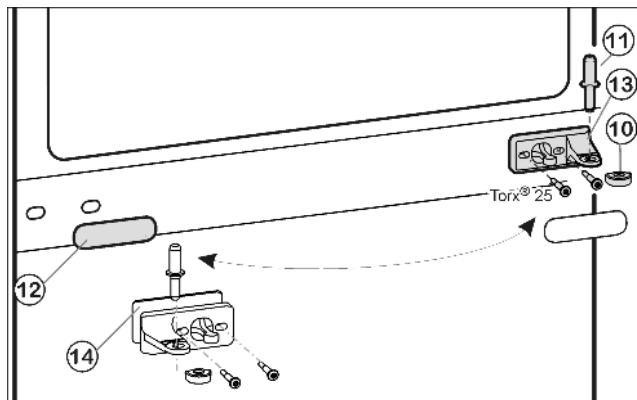
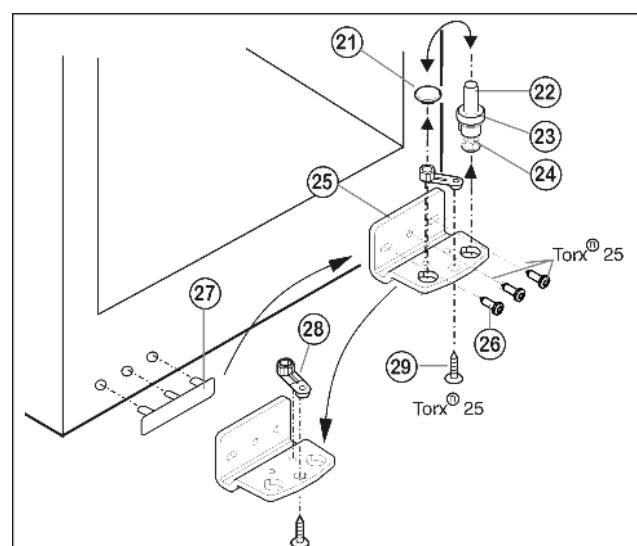

Fig. 5
Fig. 6
- Вытащите из опорного кронштейна и нижней дверцы средний опорный винт Fig. 5 (11).
- Снимите пластмассовый колпачок Fig. 5 (10).
- Открутите средний опорный кронштейн Fig. 5 (13) (2 шт. Torx® 25).
- Осторожно снимите накладку Fig. 5 (12).
- Прикрутите средний опорный кронштейн Fig. 5 (13) с подкладкой Fig. 5 (14) с поворотом на 180° на новую сторону шарнира (с моментом 4 Нм).
- Защелкните накладку Fig. 5 (12), повернув на 180 °, на стороне, где теперь будет ручка.
- Извлеките опорный винт Fig. 6 (22) в комплекте с шайбой Fig. 6 (23) и регулируемой опорой Fig. 6 (24), вытягивая его вверх.
- Снимите пробку Fig. 6 (21).
- Открутите Fig. 6 (26) опорный кронштейн Fig. 6 (25).
- Открутите Fig. 6 (29) опорную деталь Fig. 6 (28) и, перевставив в отверстие на противоположной стороне опорного кронштейна, снова прикрутите.
- Осторожно снимите и переставьте на противоположную сторону крышку со стороны ручки Fig. 6 (27).
- Снова прикрутите опорный кронштейн Fig. 6 (25) на новой стороне шарнира (с моментом 4 Нм). При необходимости используйте аккумуляторный шуруповерт.
- Переставьте пробку Fig. 6 (21) в свободное отверстие.
- Вновь установите опорный винт Fig. 6 (22) в комплекте с шайбой и регулируемой опорой. При этом фиксатор должен быть направлен назад.
- ▶ Установите нижнюю дверцу сверху на нижний опорный винт Fig. 6 (22).
- ▶ Снова наденьте пластмассовый колпачок Fig. 5 (10) на средний опорный кронштейн Fig. 5 (13).
- ▶ Вставьте средний опорный винт Fig. 5 (11) на новой стороне шарнира через средний опорный кронштейн Fig. 5 (13) в нижнюю дверцу.
- ▶ Установите верхнюю дверцу на средний опорный винт Fig. 5 (11).
- ▶ При необходимости выровняйте дверцы через два продольных паза в нижнем опорном кронштейне Fig. 6 (25) и среднем опорном кронштейне Fig. 5 (13) параллельно корпусу устройства. Для этого выкрутите средний винт на нижнем опорном кронштейне Fig. 6 (25).